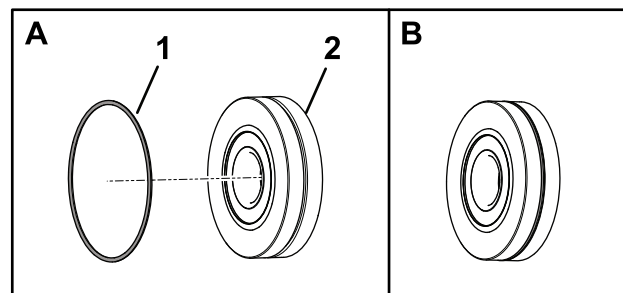

Bild 10
- 7. Setzen Sie einen O-Ring in die Einkerbung an der Lagergehäusebaugruppe ein (Bild 10).